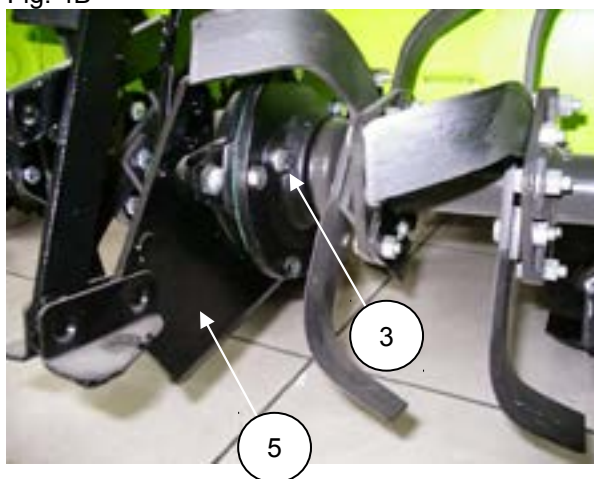

Fig. 4D
- Alle 100 Betriebsstunden den Ölstand kontrollieren; dazu den Deckel abnehmen; das Fräsegehäuse muss beinahe voll mit Öl sein. Gegebenenfalls dasselbe Öl wie für das Getriebe nachfüllen (Abb. 4D, Nr. 3).